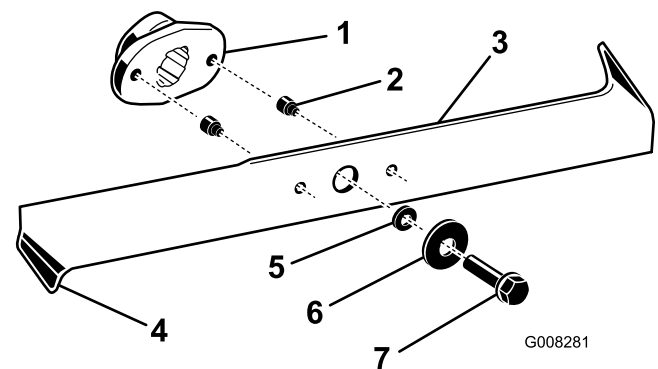

Bild 37
2. Untersuchen Sie die Schnittkanten (Bild 37). Bauen Sie die Schnittmesser aus und schärfen sie, wenn die Kanten nicht scharf sind oder Kerben aufweisen; siehe Schärfen der Messer“.
3. Prüfen Sie die Schnittmesser, insbesondere die gebogenen Kanten (Bild 37). Montieren Sie neue
4. Ersetzen Sie die Scherbolzen sofort, wenn Sie gebrochen sind (Bild 37).
3. Entfernen Sie die Messerschrauben, Scheiben und Messer (Bild 37). Sie können einen Holzklötzchen zwischen das Schnittmesser und das Mähwerk keilen, um das Schnittmesser beim Entfernen der Schraube zu blockieren.
1. Montieren Sie die Schnittmesser, Scheiben und Messerschrauben (Bild 37).